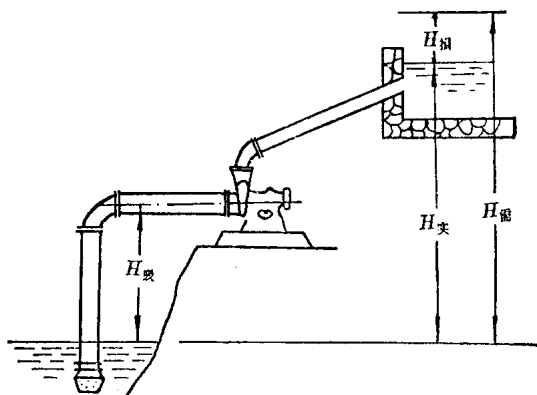

图 9-1 扬水高度示意图
在确定水泵扬程时, 先要测得进水池水面到出水池水面 (或出水管口中心) 的垂直高度 (我们称它为实际扬程, 用 $H_{\text{实}}$ 表示); 并求出或估算出水经过管路时, 由于受到阻力和摩擦而损失的扬程或称损失水头 (用 $H_{\text{损}}$ 表示, 估算方法见第二节之四)。扬水所需要的扬程应该是实际扬程和损失扬程之和, 即 $H_{\text{需}} = H_{\text{实}} + H_{\text{损}}$ (如图9-1所示)。求出的 $H_{\text{需}}$ 应该等于或小于水泵铭牌上所给出的扬程, 即 $H_{\text{需}} \leq H$ 。决不能只根据 $H_{\text{实}}$ 去选定水泵的扬程, 因为这样将使所选出来的水泵扬程较真正需要的扬程低, 这不仅降低了水泵的效率, 甚至打不上水来。
6. 允许吸上真空高度 (H_s) 在离心泵和混流泵的铭牌上或产品样本里常见到“允许吸上真空高度”这个数据（符号为 H_s ，单位为米），它表示该水泵吸水能力的大小，也是确定水泵安装高度的依据。在安装水泵时，应使其实际吸水高度 H_a （见图9-1）加上吸水管路损失扬程的和，小于允许吸上真空高度。否则水泵的流量就要下降或发生振动和噪音，甚至使水泵不能工作，叶轮遭到破坏。